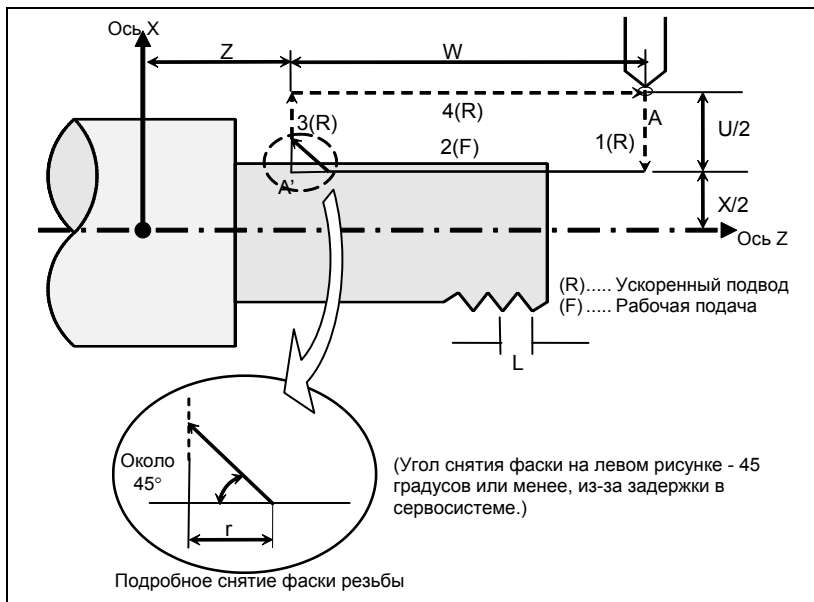

Рис. 6.3.2.1 (а) Цикл нарезания цилиндрической резьбы
- X_,Z_ : Координаты конечной точки обработки (точка A' на Рис. 6.3.2.1 (а)) в направлении длины
- U_,W_ : Расстояние перемещения до конечной точки обработки (точка A' на Рис. 6.3.2.1 (а)) в направлении длины
- F_ : Шаг резьбы (L на Рис. 6.3.2.1 (а))